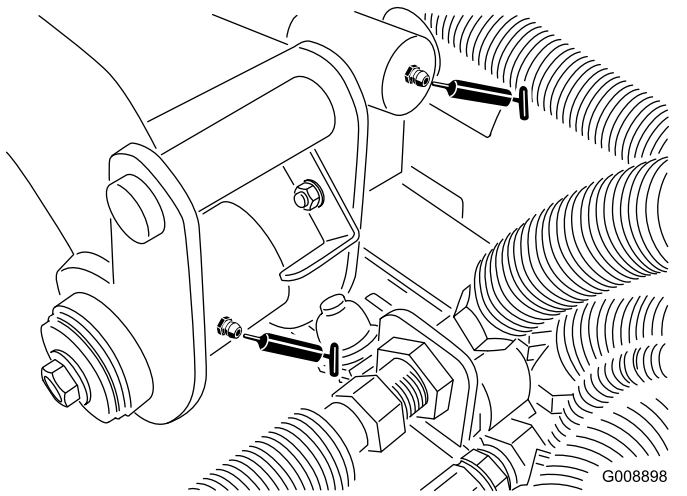

Figure 64
- Pivot du bras de levage arrière et vérin de levage (2 graisseurs) (Figure 64)